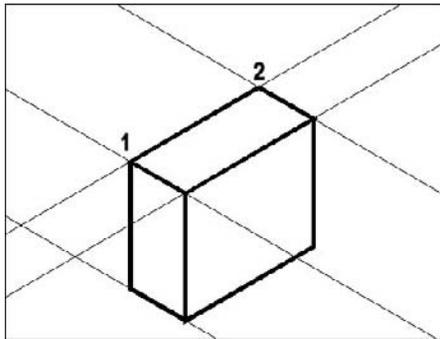

Fig.4.18
- 5 Appuyer sur Entrée pour terminer l'opération (fig.4.18).